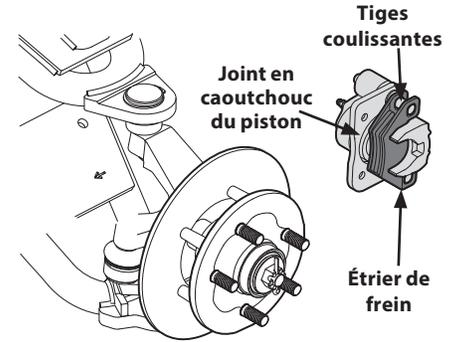

Figure 4-12
2. Retirez l'étrier de frein du disque de frein. Voir Figure 4-12.
4. Nettoyez et lubrifiez les tiges coulissantes. Voir Figure 4-12.
5. Appuyez sur le piston de frein. Voir Figure 4-12.